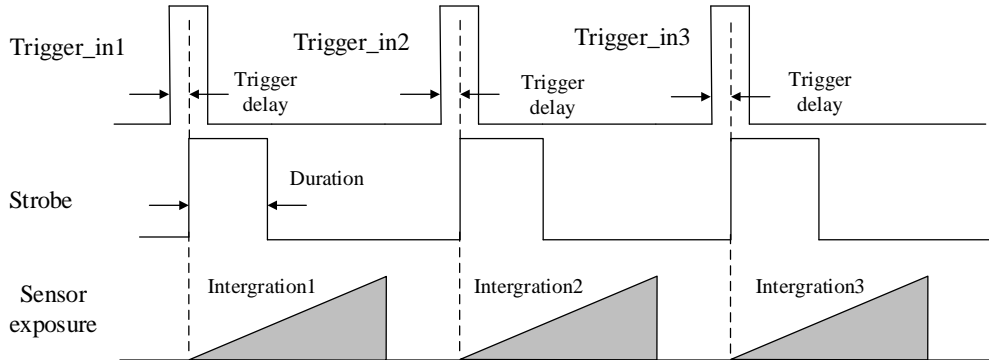

图5-7 Strobe 持续时间时序
- 当 *Strobe Line Duration* 值为非 0 时，Strobe 高电平延续时间等于 *Strobe Line Duration* 值，时序如图 5-7 所示。